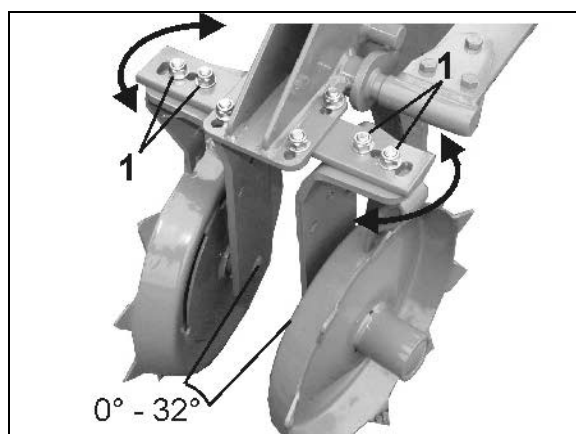

Рис. 72
1. Ослабьте оба резьбовых соединения (Рис. 72/1) одного диска.